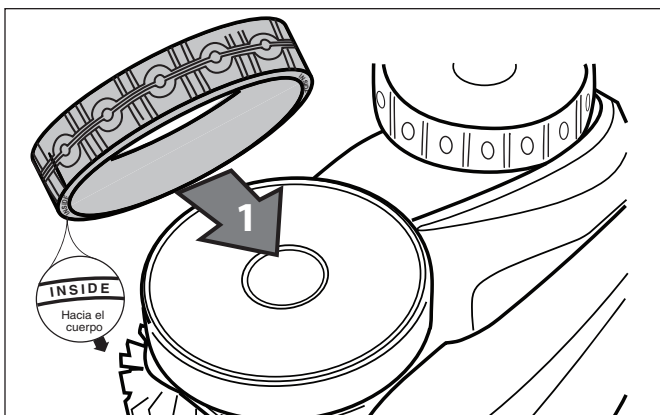

Figura 38. Orientación de neumático
3. Para sustituir el neumático, coloque el neumático en la rueda asegurándose de colocar el neumático con la banda de rodadura sobre el lado exterior de la rueda. Vea la Figura 38.